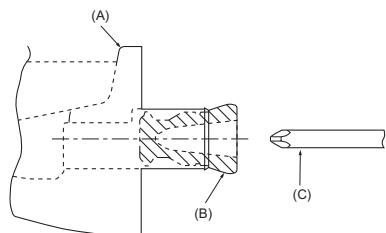

Fig. 5-1
- Para instalar la tubería del lado izquierdo, asegúrese que ha colocado el tapón de caucho en la abertura del lado derecho. (Fig. 5-1)
- (A) Depósito de drenaje